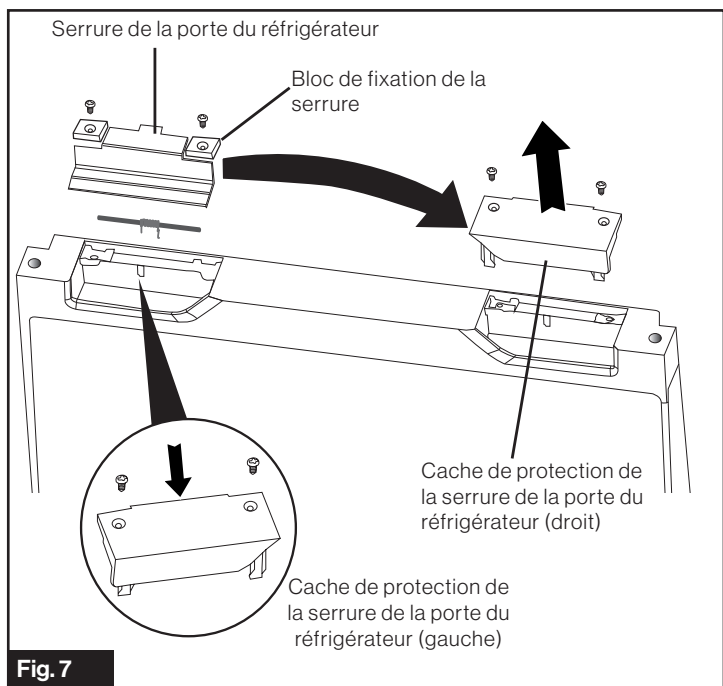

Fig. 7
4. Retirez le cache de protection de la serrure de la porte du réfrigérateur (à droite) et conservez-le pour une utilisation ultérieure. Changez la serrure de la porte du réfrigérateur et les blocs de fixation de la serrure du côté opposé. Installez le cache de protection de la serrure de la porte du côté gauche du réfrigérateur, fourni comme accessoire de l'appareil, à l'endroit où se trouvait la serrure de porte. (Fig. 7)